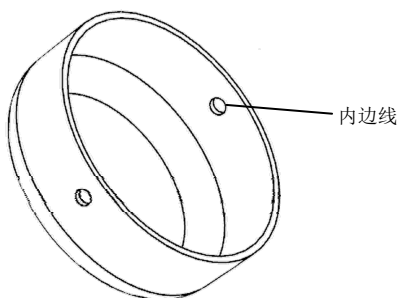

图 4-3 选取小孔的内边线
(10) 按住鼠标中键, 翻转零件后, 选取小孔的内边线, 如图 4-3 所示。
(11) 单击“应用”按钮, 系统生成一个曲面, 将小孔封住。
(12) 采用相同的方法, 选取另一个小孔的边线, 将另一个小孔封住。